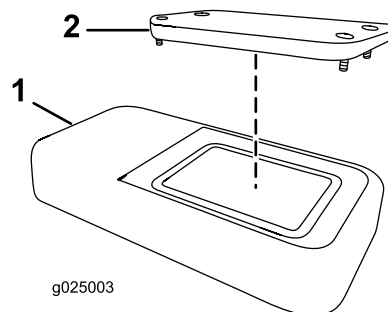

Рисунок 61
2. Снимите крышку (Рисунок 61).